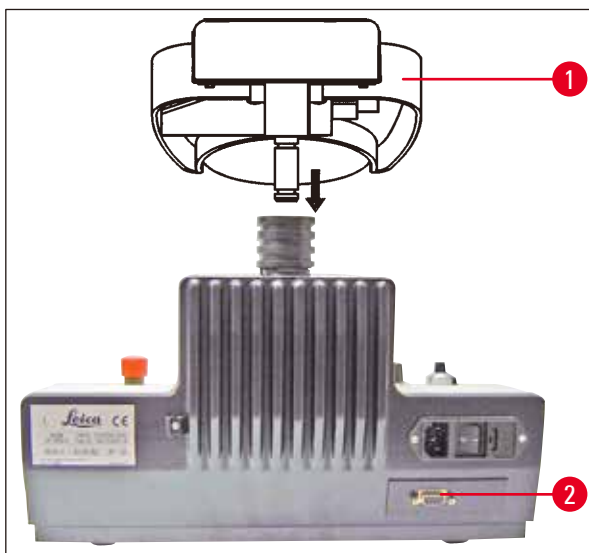

Fig. 8
- Positionnez-le sur le microtome, comme illustré sur la (→ Fig. 8).